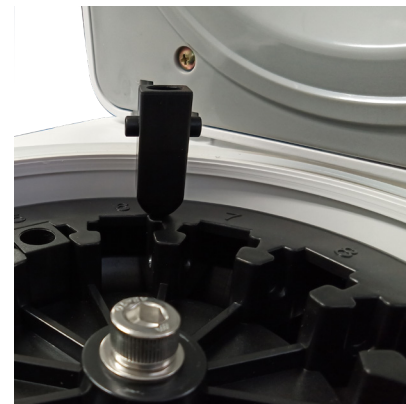

Figura 9
3. Coloque los cubos oscilatorios de forma vertical en cada espacio correspondiente; asegúrese de que estén bien sobrepuestos a la base (Figura 9).